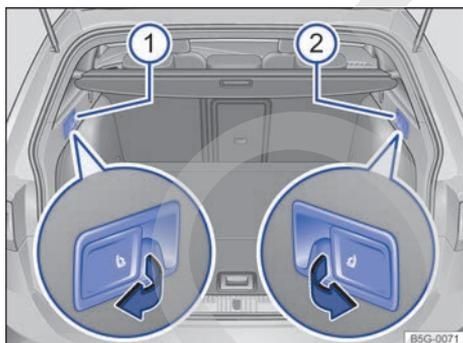

Fig. 79 En el maletero: palancas para desbloqueo de la parte izquierda ① y la parte derecha ② del respaldo trasero desde el maletero.
- Tire de la palanca de desbloqueo de la parte izquierda → fig. 79 ① o derecha ② del respaldo del asiento trasero en el sentido de la flecha. La parte desbloqueada del respaldo se abate automáticamente hacia delante.